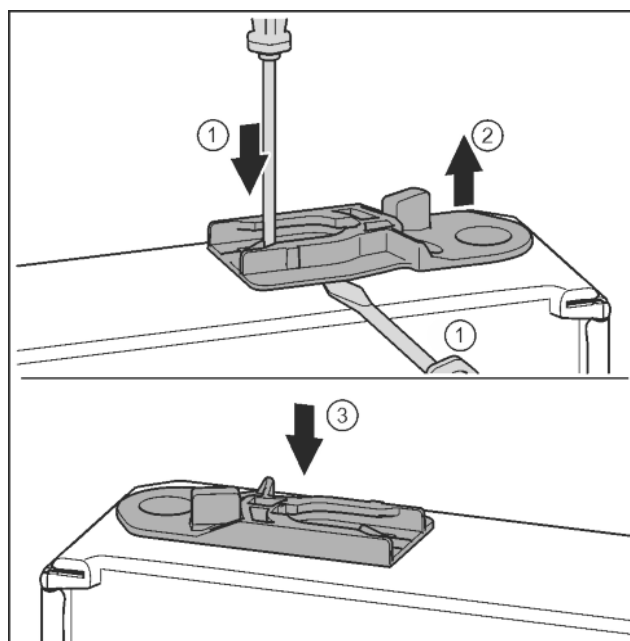

Fig. 35
- ▶ Wyjąć tuleję prowadzącą: Nakładkę wcisnąć przy pomocy śrubokręta i jednocześnie przesunąć śrubokrętem po tuleję prowadzącą. *Fig. 35 (1, 2)*
- ▶ Tuleję prowadzącą, objętą zakresem dostawy wsunąć po drugiej stronie obudowy. *Fig. 35 (3)*